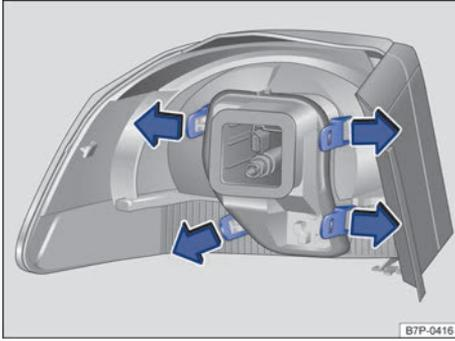

Fig. 284 Grupo óptico trasero en la carrocería: desmontaje del portalámparas.
7. Presione las pestañas de bloqueo del portalámparas → fig. 284 en el sentido de las flechas y retire el grupo óptico trasero.
11. Coloque el portalámparas en el grupo óptico trasero. Las pestañas de bloqueo → fig. 284 tienen que encastrar de forma audible.